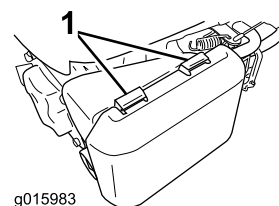

Figura 22
1. Premete sulle linguette di chiusura sul coperchio del filtro dell'aria (Figura 22).